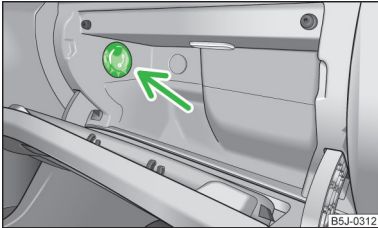

Abb. 67
► Mit dem Drehschalter » Abb. 67 wird die Luftzufuhr geöffnet bzw. verschlossen.